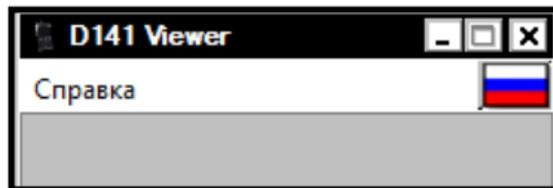

Рисунок 32. О программе «D1XX Viewer»
2.3.4 При запуске программы на экране монитора появляется рабочее окно программы, приведенное на рисунке 31. Под строкой заголовка программного интерфейса расположена строка меню «Справка», которая содержит подпункт «О программе...», при нажатии на него программа вызывает окно с информацией о версии и цифровом идентификаторе ПО (CRC-32) согласно рисунку (Рисунок 32).